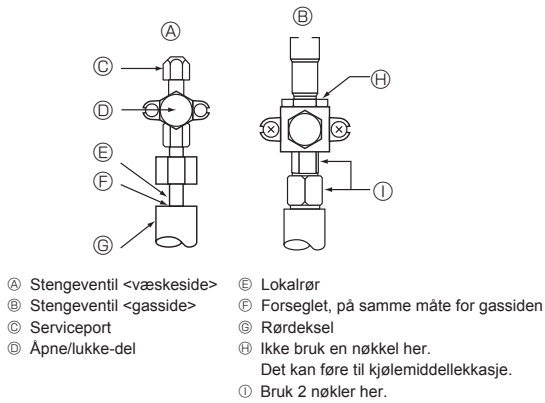

Fig. 4-5
4.4. Metode for å teste om kjølemiddelrør er lufttett (Fig. 4-5)
- Hvis trykket faller i trinn (2) eller (3), finnes det en gasslekkasje. Se etter kilden til gasslekkasjen.